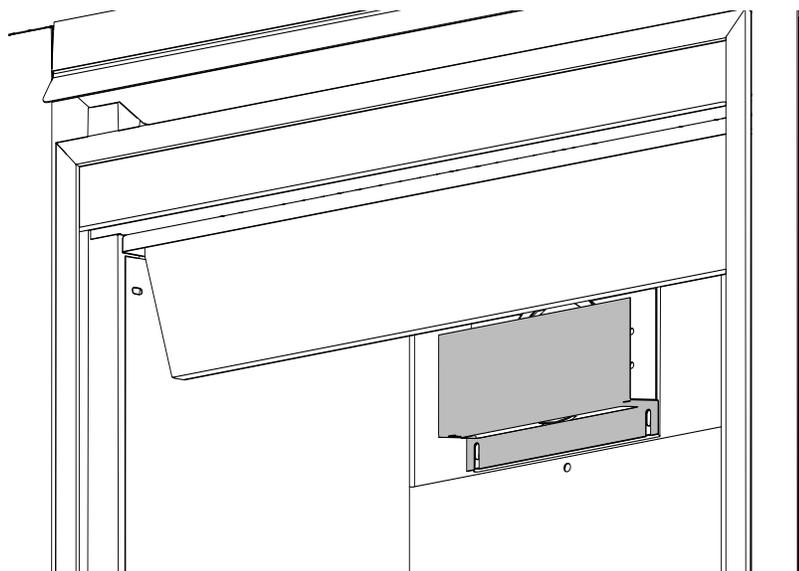

Fig. 1
- B. Desserrez les deux vis servant à fixer la plaque d'évacuation, installez le déflecteur en glissant les ouvertures en forme de fentes derrière les têtes de vis, puis resserrez les vis (**Fig. 1**).